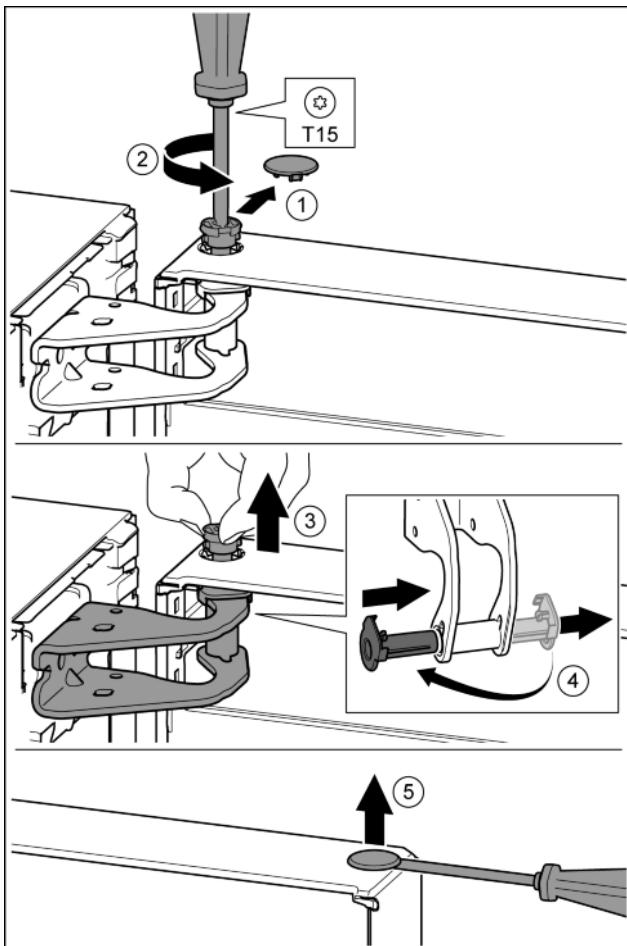

Fig. 12
- Обережно зніміть запобіжну кришку. Fig. 12 (1)
- Трохи викрутіть гвинт за допомогою викрутки T15. Fig. 12 (2)
- Притримуйте дверцята і витягніть палець руками. Fig. 12 (3)
- Витягніть із напрямної опорну втулку. Встановіть і зафіксуйте з іншого боку. Fig. 12 (4)
- За допомогою шліцевої викрутки обережно підйміть пробку із опорного втулка дверцят та витягніть її. Fig. 12 (5)